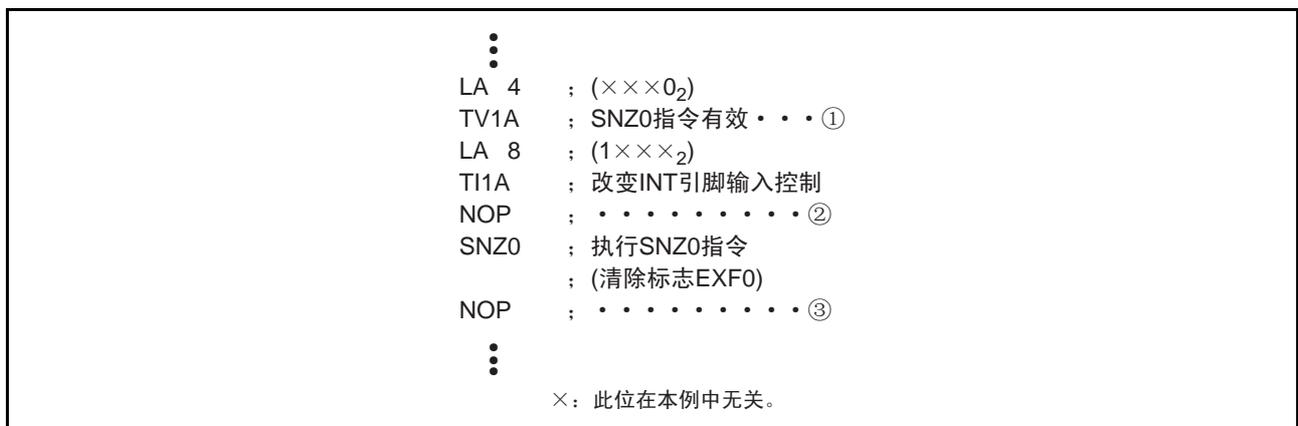

图 29 外部 0 中断程序例子 1
- 在改变寄存器 I1 的 bit3 的内容时，根据 D5/INT 引脚的输入状态，外部 0 中断请求标志 (EXF0) 有可能被置 “1”。为了防止产生预料外的中断，必须在将中断控制寄存器 V1 的 bit0 清 “0” (图 29①) 后，改变寄存器 I1 的 bit3 的内容。而且，必须在间隔一条以上的指令后 (图 29②) 执行 SNZ0 指令，将标志 EXF0 清 “0”。另外，考虑到由 SNZ0 指令引起发生跳越的情况，必须在 SNZ0 指令之后插入 NOP 指令 (图 29③)。